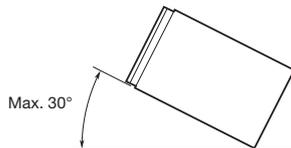

Figura 1
- Installare l'unità con un'inclinazione non superiore a 30° rispetto al piano orizzontale. (Figura 1)